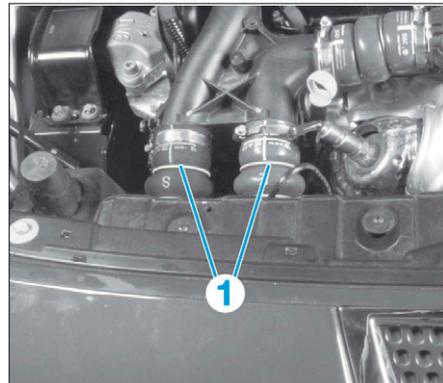

FIG. 64
- les conduits d'air (2) (Fig.64),